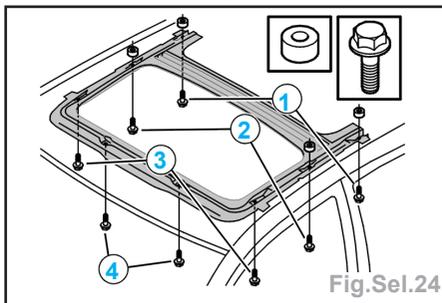

Fig.Sel.24
- les 8 vis et les 4 entretoises à partir de l'encadrement de gouttière (Fig.Sel.24).